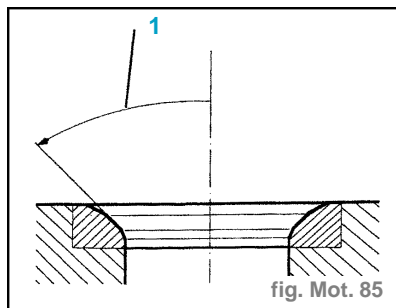

fig. Mot. 85
- Rectifier les emplacements de soupapes à la cote prescrite. (fig. Mot. 85)